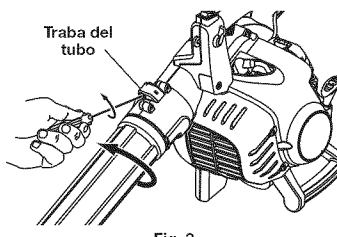

Fig. 3
2. Inserte un destornillador plano en el cierre del tubo. Gire el destornillador 1/4 de vuelta en sentido contrario a las agujas del reloj y déjelo ahí (Fig. 3).
3. Sujete el tubo superior de la sopladora y gírelo en sentido contrario a las agujas del reloj (Fig. 3).